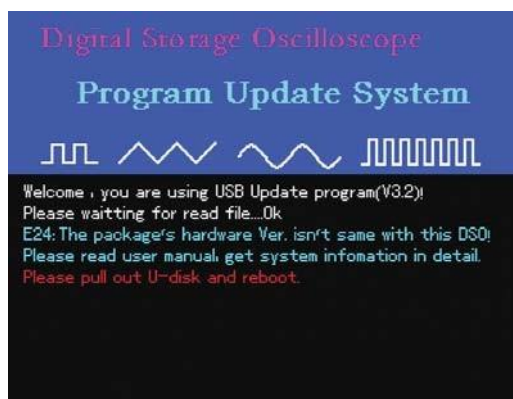

Abbildung 5-13
8. Wenn die Hardware-Version des Programm-Upgrade-Pakets nicht mit dem Oszilloskop kompatibel ist, erscheint die Aufforderung in Abbildung 5-13: "E24 : Die Hardwareversion des Pakets ist nicht mit diesem DSO identisch! Bitte lesen Sie das Benutzerhandbuch und informieren Sie sich über das System im Detail. Bitte ziehen Sie die U-Disk heraus und starten Sie neu."